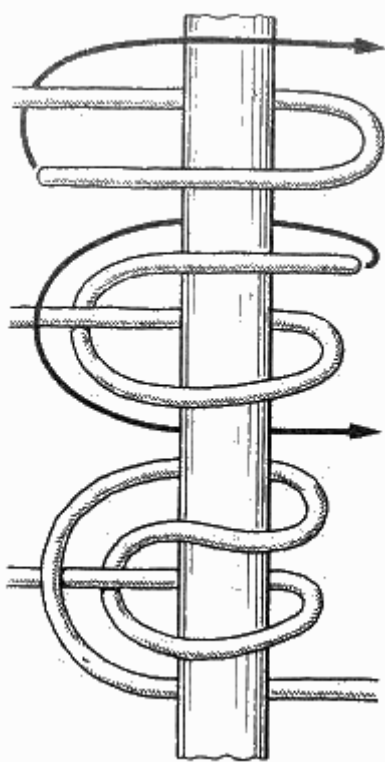

Рис. 62. Зигзаговый узел
**Зигзаговым узел** (рис. 62). Название узла как нельзя лучше соответствует его форме. При вязке этого узла ходовой конец проходит как бы зигзагами то в одну, то в другую сторону. Зигзаговым узел весьма специфичен. Он в основном применяется для утягивания и закрепления высокого штабеля груза в открытом кузове грузового автомобиля, оборудованного высокими стойками. Если, например, на таком грузовике требуется перевезти несколько сотен легких ящичков, то их, прежде всего, необходимо надежно закрепить. Сделать это можно с помощью длинной веревки, применив зигзаговым узел. Крепить веревку вокруг стоек грузовика лучше всего, держа ее моток в руке, иначе придется каждый раз протаскивать всю длину веревки.